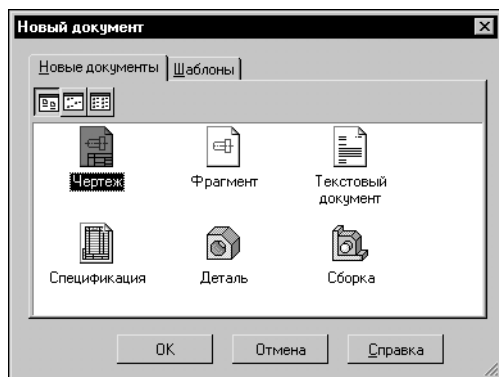

Рис. 5.5. Выбор типа создаваемого документа
2. В появившемся на экране диалоге на вкладке **Новые документы** выберите вариант **Чертеж** (рис. 5.5).